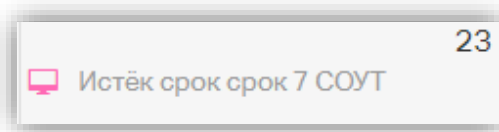

Рисунок 6.5. Календарный день
- 1) по дням – отображает календарный месяц с событиями по дням. Календарный день имеет вид (Рисунок 6.5):